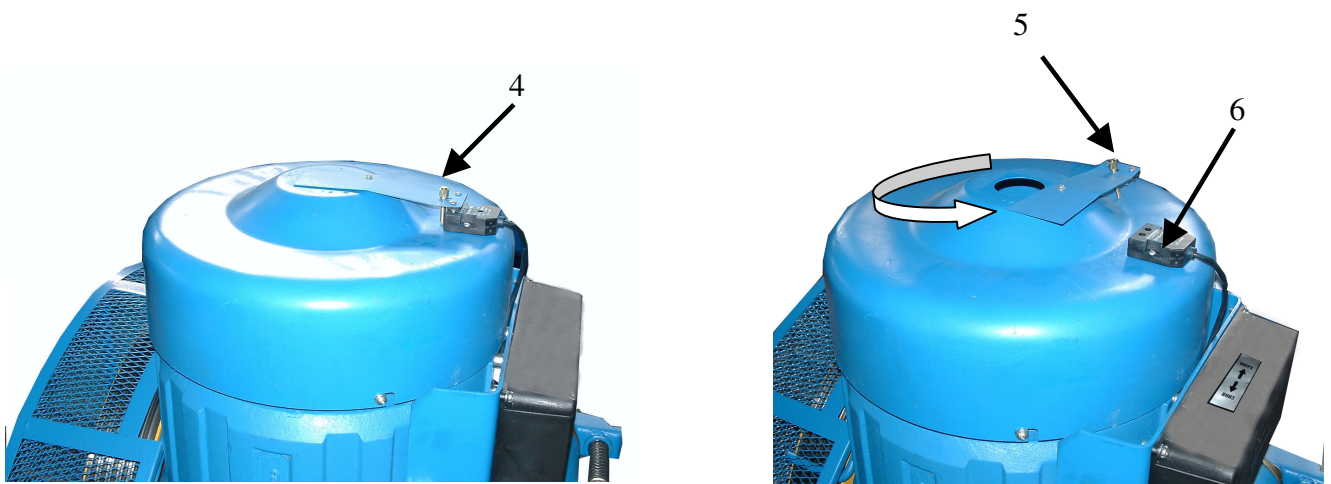

Рис. 22
5.2. При несъемном кожухе (лебедки, оснащенные съемным штурвалом и устройством безопасности), необходимо (рис. 22 и 23):